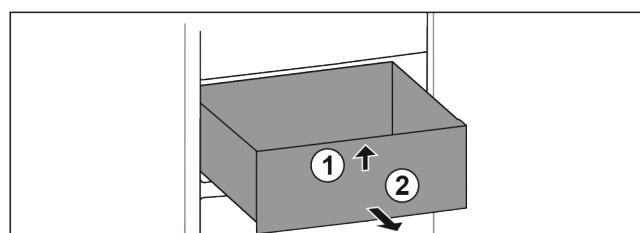

Fig. 57
- ▶ Приподнимите выдвижной ящик спереди. Fig. 57 (1)
- ▶ Извлеките выдвижной ящик движением вперед. Fig. 57 (2)